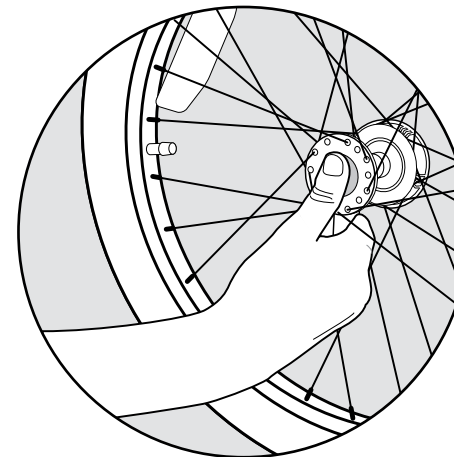

Abbildung 4
1. Den Gummiknopf außen an der Radnabe eindrücken (Abbildung 4).